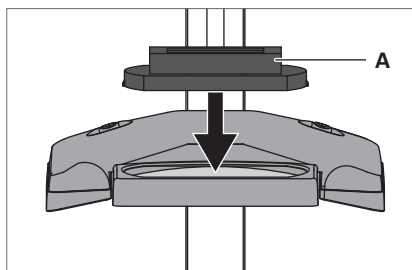

Fig. 3: Montare la copertura della lente.
- Spingere dall'alto la copertura della lente **A** sulla lente, vedi Fig. 3.